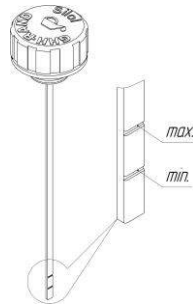

Рис. 5. Указатель уровня масла.
- отвернуть пробку с указателем масла маслоналивной горловины (рис. 5.);
- отвернуть пробку слива масла, проверить уровень масла, долить до необходимого уровня (между «min» и «max» рис.5);